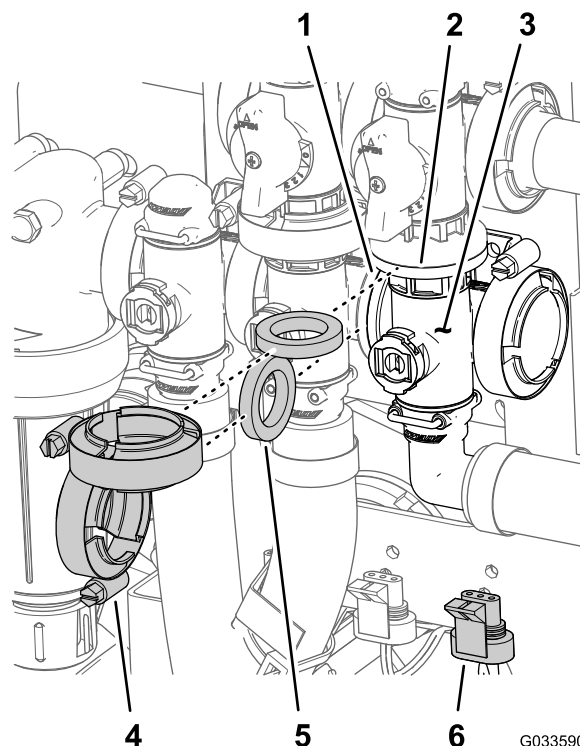

図 129
1. マスターブームバルブマニホールドのフランジ、ガスケット、マスターブームバイパスバルブのフランジを、整列させる 図 129。
2. マスターブームバルブ用マニホールド、ガスケット、マスターブームバイパスバルブを組み立ててフランジクランプを手締めする 図 129。
3. マスターブームバルブマニホールドのフランジ、ガスケット、攪拌バルブ用マニホールドを整列させる 図 129。
4. マスターブームバルブマニホールド、ガスケット、攪拌バルブマニホールドを組み立てて、フランジクランプを手締めする 図 129。
7. 攪拌バルブをバルブマウントに組み付ける; フランジヘッドボルトとフランジロックナット図 129はステップ 3 マスターブームマニホールドバルブの取り外し (ページ 78) で取り外したものを使用し、ボルトとナットを 10-12 N·m 1.0-1.2 kg/cm² = 90-110 in-lb にトルク締めする。